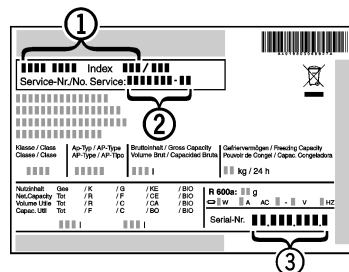

Fig. 9
- Relever la désignation de l'appareil Fig. 9 (1), le n° de service Fig. 9 (2) et le n° de série Fig. 9 (3) sur la plaquette signalétique. Cette plaquette se trouve sur la paroi intérieure gauche de l'appareil.
- Informer le S.A.V. et lui communiquer la panne, la désignation de l'appareil Fig. 9 (1), le n° de service Fig. 9 (2) et le n° de série Fig. 9 (3).